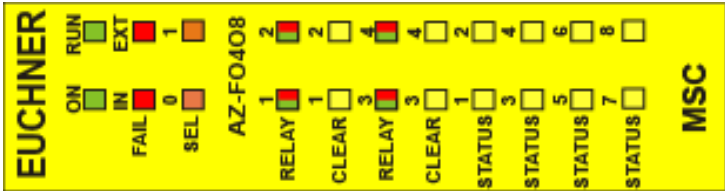

Fig. 40 :
8.4.10. Module AZ-F0408 (Fig. 40)